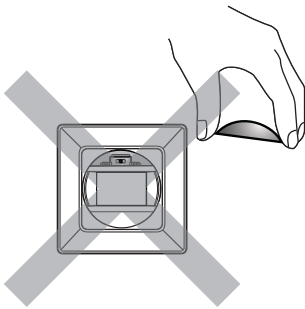

FIG.20
**Nota:** Não retire o interruptor deslizante (Ver FIG.20).